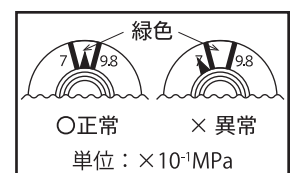

図7
- ☑ 指示圧力計の指針が緑色の範囲内（0.7～0.98MPa）に入っている（図7）
- ☑ **指示圧力計の指針が緑色の範囲内 (0.7 ~ 0.98MPa) に入っている (前ページ・図 7)**